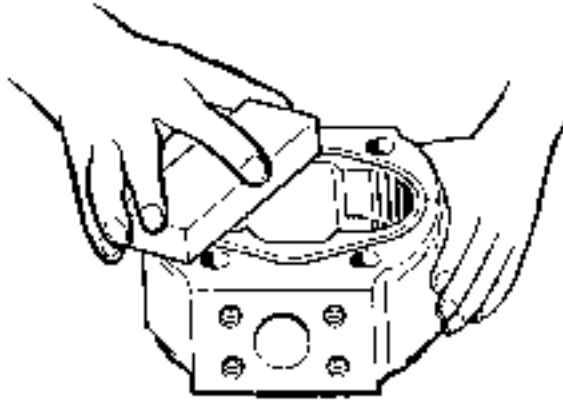

Fig. 16
1. Remove any burr with oilstone from the contact surfaces of end frame (1), bearing case (2) and gear case (3). (Fig. 16)
2. Using an oilstone, remove any burr from the end of needle bearing holes of end frames (1) and bearing case (2) and any burr or small flaw from surfaces or faces of drive gear (4) and idle gear (5).
1. エンドフレーム(1)、ベアリングケース(2)、ギヤケース(3)の合わせ面を油紙などで表面のバリを除去する。(Fig. 16)